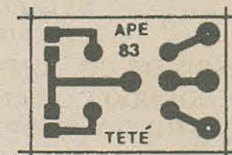

Fig. 2
- **FIG. 2 - LAY OUT DO CIRCUITO IMPRESSO ESPECÍFICO** - Uma *merrequinha*, podendo o fenolite virgem ser aproveitado de qualquer sobra, de qualquer pequena tira que tenha restado do recorte de alguma placa maior anteriormente confeccionada... A figura mostra, em tamanho natural, o padrão ultra-simples e pequeno das ilhas e pistas cobreadas, num arranjo simétrico de fácil realização, cópia e traçagem (seja feita com tinta ou com decalques ácido-resistentes apropriados...). Mesmo sendo tão simples e elementar, contudo, devido ao fato do circuitinho ter que trabalhar - no uso real - acoplado às elevadas tensões da rede C.A. local, lembramos da importância de uma cuidadosa verificação final, após a corrosão e limpeza, na busca de eventuais pequenos *curtos* que tenham sobrado, e que podem *fazer fumaça subir* assim que o conjunto seja acoplado a uma tomada para teste...!